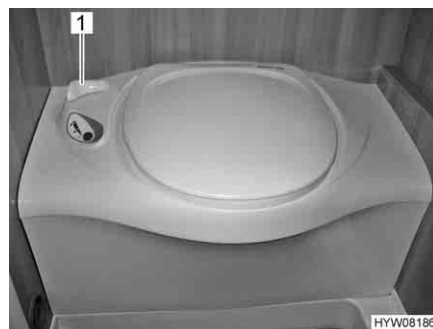

Fig. 201 Toilettes Thetford
- Avant d'actionner la chasse d'eau, ouvrir le curseur des toilettes Thetford. Tourner pour cela le levier du curseur (Fig. 201,1) dans le sens inverse des aiguilles d'une montre.
- Après avoir actionné la chasse d'eau, fermer le curseur. Tourner le levier du curseur (Fig. 201,1) dans le sens des aiguilles d'une montre.